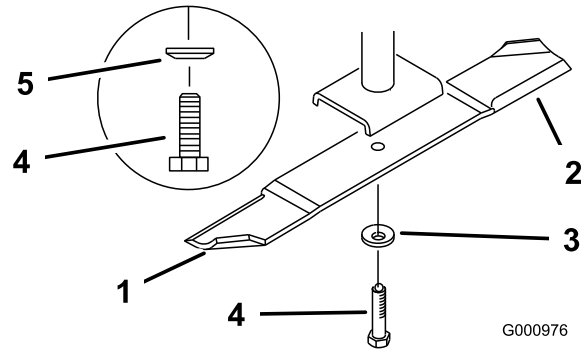

Figura 84
2. Retire del eje el perno de la cuchilla, la arandela de muelle y la cuchilla (Figura 84).
(Figura 84). Repita este procedimiento hasta que la cuchilla esté equilibrada.
1. Instale la cuchilla en el eje (Figura 84).
2. Instale la arandela de muelle y el perno de la cuchilla. El cono de la arandela de muelle debe estar orientado hacia la cabeza del perno (Figura 84). Apriete el perno de la cuchilla a 115–150 Nm (85-110 pies-libra).